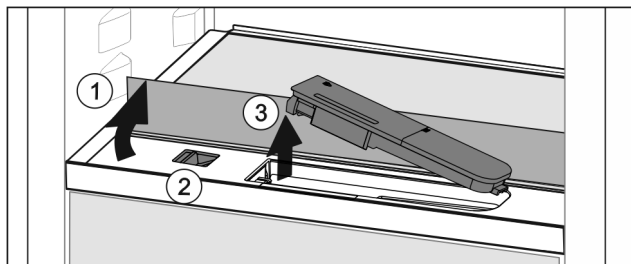

Fig. 42
- ▶ Skleněnou desku nadzvedněte a zaklapněte dozadu až na doraz Fig. 42 (1).
- ▶ Posuvník Fig. 42 (2) posuňte doleva.
- ▶ Vyjměte nádržku na vodu Fig. 42 (3).